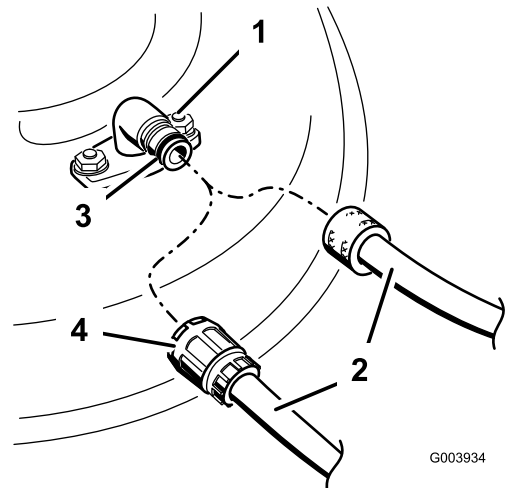

Figura 47
4. Fixe uma mangueira ao encaixe para lavagem e abra a água a alta pressão (Figura 47).